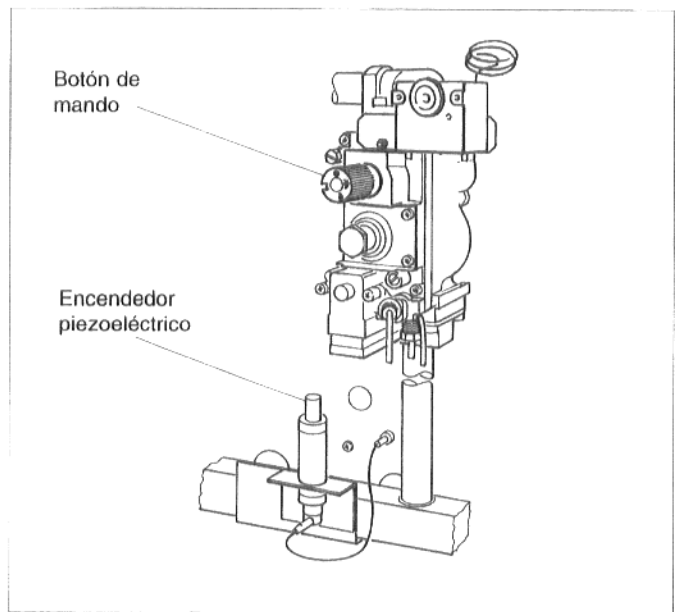

Fig. 4
- Pulsar y mantener pulsado el botón de mando de la grifería del quemador de gas. Al mismo tiempo, pulsar varias veces el encendedor piezoeléctrico (fig. 4). La chispa así producida enciende la llama piloto. Después de aprox. 1/2 minuto, soltar el botón de mando y controlar, si la llama piloto está encendida. Durante la primera puesta en servicio, mantener pulsado el botón de mando durante más tiempo y si fuera necesario, repetir el procedimiento varias veces.